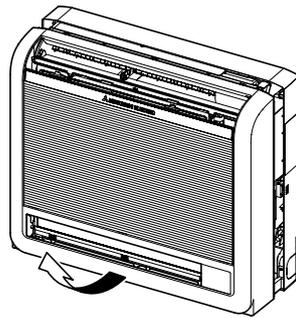

Fig. 3-4
- 4) Das Frontgitter anheben und entfernen. (Fig. 3-4)